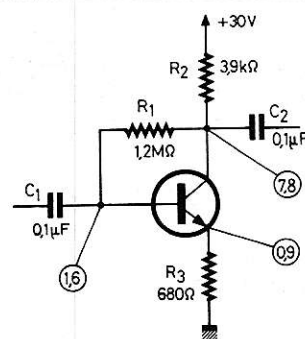

Figure 7
On voit tout de suite que si $n = 2$, ce qui peut arriver avec certains voltmètres dont les sensibilités se succèdent suivant la série 0,5 - 1 - 5 - 10 etc., on revient au cas précédent, à la formule (1) et au tableau 1-1, la tension figurant au numérateur étant toujours la plus grande des deux. Le schéma de la **figure 7** peut nous servir d'exemple d'application pour mesurer la tension de base.
Il faut noter deux choses à propos de tous ces calculs. Tout d'abord, tous les schémas que nous avons reproduits (**figures 5, 6 et 7**) et ceux qui le sont plus loin, ont été empruntés à des documents originaux des principaux constructeurs européens (récepteurs radios et téléviseurs), mais pour certains de ces schémas les conditions exactes de mesure des tensions indiquées ne sont pas connues. D'autre part, il est clair que les chiffres figurant sur ces schémas sont presque toujours arrondis et que, pour la **figure 7**, par exemple, la tension à la base peut être tout aussi bien de 1,57 V que de 1,63 V, et que celle d'émetteur de 0,87 V ou de 0,93 V.
Quant à la mesure de la tension de collecteur de la **figure 7**, elle ne pose aucun problème, comme une rapide vérification peut nous en convaincre. En effet, le courant de collecteur I_c est ici de 5,7 mA et, de ce fait, la résistance de sortie en continu, R_c (voir **figure 4**), n'est que de 1,21 K Ω (entre le collecteur et l'émetteur). En y ajoutant R_3 on obtient une résistance de 1,89 K Ω entre le collecteur et la masse. Le fait de connecter en parallèle un voltmètre de 20 K Ω /V sur la sensibilité 10 V, soit $R_i = 200$ K Ω n'y change strictement rien, la résistance shunt étant de plus de 100 fois supérieure à celle de collecteur-masse.